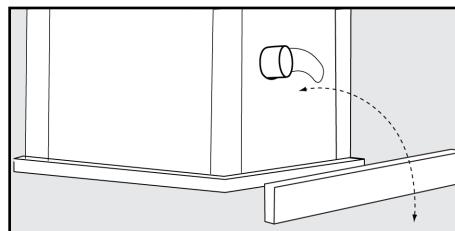

FIGURA 3
- Coloque una pieza de madera 2x4 en la parte posterior de la sierra, como se muestra en la Figura 3, para evitar daños al conducto para polvo al enderezar la sierra.